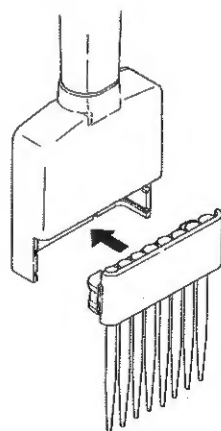

図 3
2. 吸入レバーを最下部まで押し下げた状態で、カートリッジホルダーにシリンジを装着したカートリッジを取りつけます。(図3)